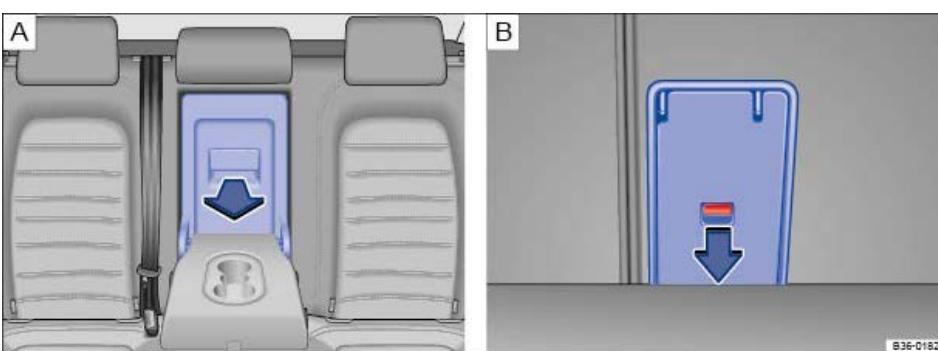

Abb. 131 In der Rücksitzlehne: Durchladeeinrichtung vom Innenraum aus öffnen. Durchladeeinrichtung vom Gepäckraum aus öffnen.
- Durchladeeinrichtung vom Innenraum aus öffnen: Entriegelungshebel in Pfeilrichtung ziehen **⇒ Abb. 131 A** und Deckel der Durchladeeinrichtung ganz nach vorn klappen.
- **ODER:** Durchladeeinrichtung vom Gepäckraum aus öffnen: Entriegelungshebel in Pfeilrichtung nach unten drücken **⇒ Abb. 131 B** und den Deckel nach vorn drücken.
- Eine rote Markierung an der Verriegelungsanzeige **⇒ Abb. 131 B** signalisiert eine nicht eingerastete Durchladeeinrichtung. Immer prüfen, dass die rote Markierung niemals sichtbar ist, wenn sich die Durchladeeinrichtung in der aufrechten Position befindet.